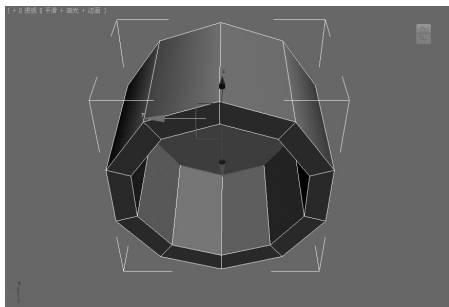

图 5-88 挤出多边形 ▲
(5) 在“编辑多边形”卷展栏中单击“挤出”按钮右边的  按钮,弹出“挤出多边形”对话框,设置“挤出高度”为-4,单击“确定”按钮,得到如图 5-88 所示的效果。选中挤出后的多边形并删除,这样做的好处是在下面的平滑处理中不会影响其他多边形。删除挤出后的多边形后的效果如图 5-89 所示。